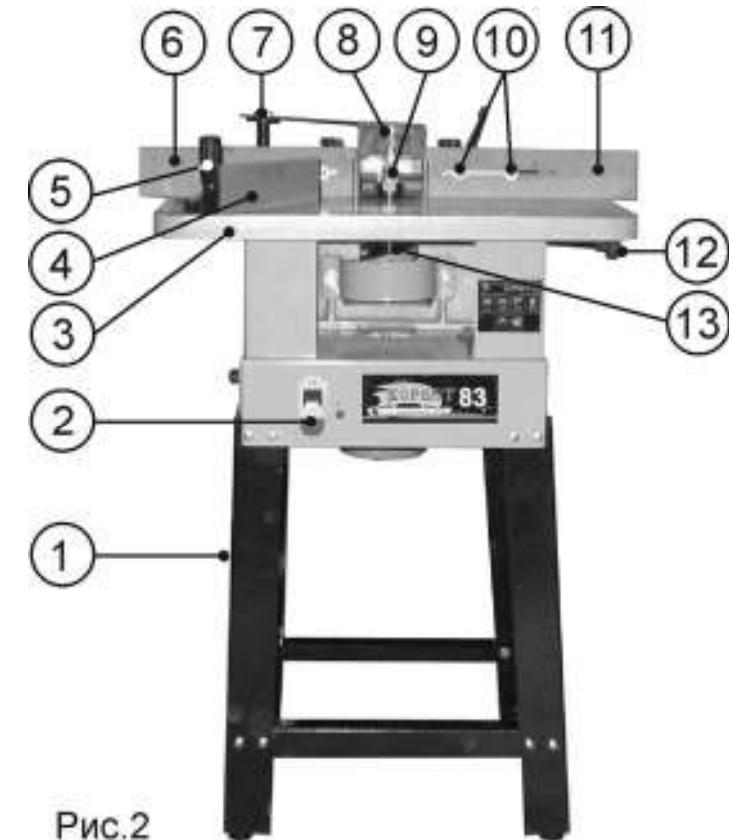

Рис.2
- 7.1. Станок состоит из следующих сборочных единиц и деталей (Рис.2, 3)
8.1.1. Из двух боковых панелей (В) и двух планок (Н) используя крепёж (К) Рис. 1 собрать основание (1) Рис.2.
8.1.2. Станок (А) установить и используя крепёж (К) Рис. 1 закрепить на основании (1) Рис.2.
- 8.3.2. На стойке (23) винтами фиксации (10) закрепить заднюю и переднюю направляющие планки (6 и 11) Рис.2; 5.